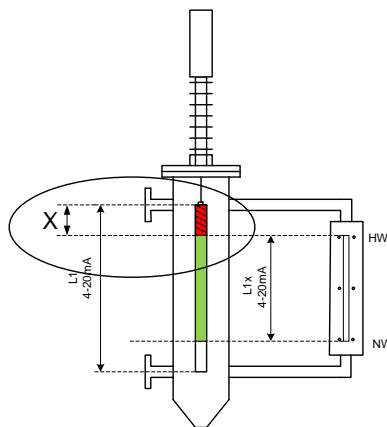

Bild 3, Figure 3, figure 3
Eine Anpassung des Messbereiches **L1** z.B. an ein Schauglass **L1x** wie in Bild 3 gezeigt ist prinzipiell machbar, sollte aber nach Möglichkeit vermieden werden.
1. Den Flüssigkeitsstand auf 0% Niveau bringen z.B. NW Marke Schauglass in Bild 3
3. Den Flüssigkeitsstand auf 100% Niveau bringen z.B. HW Marke Schauglass in Bild 3
Adaptacja efektywnego zasięgu L1 np. we wzierniku L1x jak pokazano na rys. 3 jest wykonalne, ale należy tego unikać, jeśli to możliwe.
1. Ustawić poziom cieczy na 0%, np. wziernik znaku NW (patrz rys. 3)
3. Ustawić poziom cieczy do 100% np. na wziernik znaku CW (patrz rys. 3)
Un ajustement de la plage de mesure **L1**, par exemple dans un indicateur de niveau **L1x** comme montré dans la figure 3, est en principe possible, mais doit être évité autant que possible.
1. Ajuster le niveau de liquide à 0%, par exemple au niveau de la marque NW de l'indicateur de niveau de la figure 3
3. Ajuster le niveau de liquide à 100%, par exemple au niveau de la marque HW de l'indicateur de niveau de la figure 3